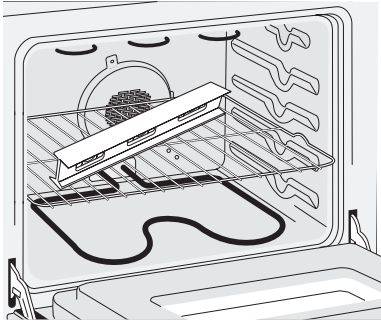

Figure 12
2. Déposez un niveau à bulle sur la grille. Prenez 2 lectures en plaçant le niveau en diagonale dans une direction, puis dans l'autre direction. Si nécessaire, ajustez les 4 vis de nivellement à l'aide d'une clé pour niveler l'appareil (reportez-vous à la figure 12).